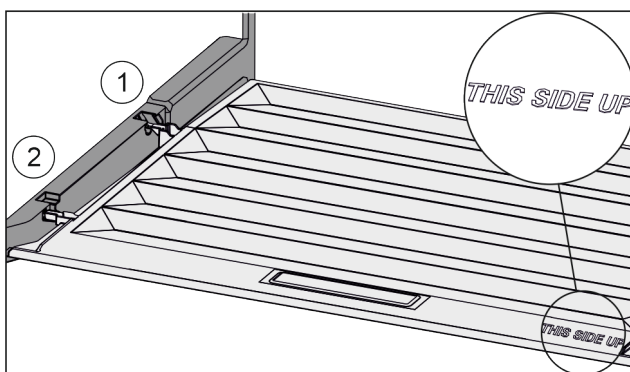

Fig. 114
- ▶ Deckelstege über Öffnung der hinteren Halterung Fig. 114 (1) einführen und vorne in Halterung Fig. 114 (2) einrasten.